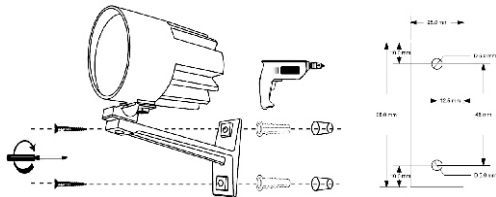

Рисунок 2 – Монтаж прожектора
5.2.2.1 Сначала следует выбрать место, из которого будет производиться подсветка объекта наблюдения. Затем производится примерка и разметка отверстия для крепления кронштейна прожектора (см. рисунок 2).